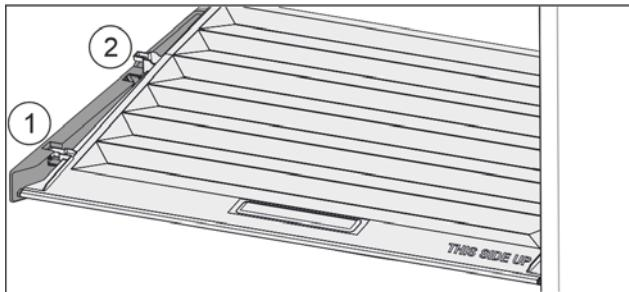

Fig. 96
- Потянуть крышку до отверстия в поддерживающих деталях вперед Fig. 96 (1).
- Поднять сзади снизу и извлечь Fig. 96 (2) движением верх.